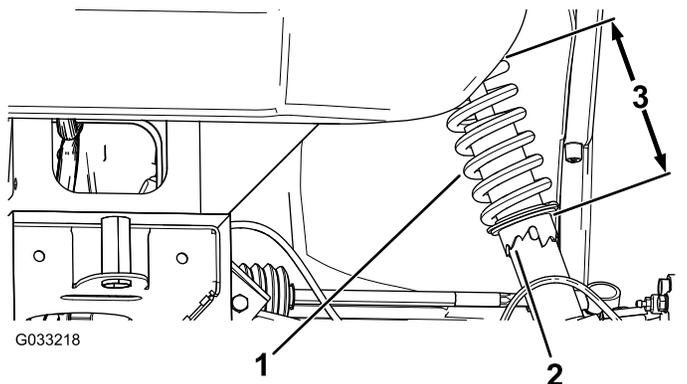

図 52
2. キャンバの調整が必要な場合には、スパナレンチでショックアブソーバのカラーを回してホイールを整列させる 図 52。